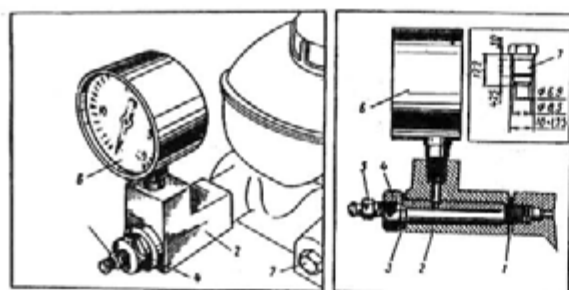

Рис. 242. Приспособление для контроля давления:
4. Зафиксируйте шток усилителя в нажатом положении, установите манометр и заглушьте остальные выводы в главном цилиндре резьбовыми заглушками 7 (рис. 242).